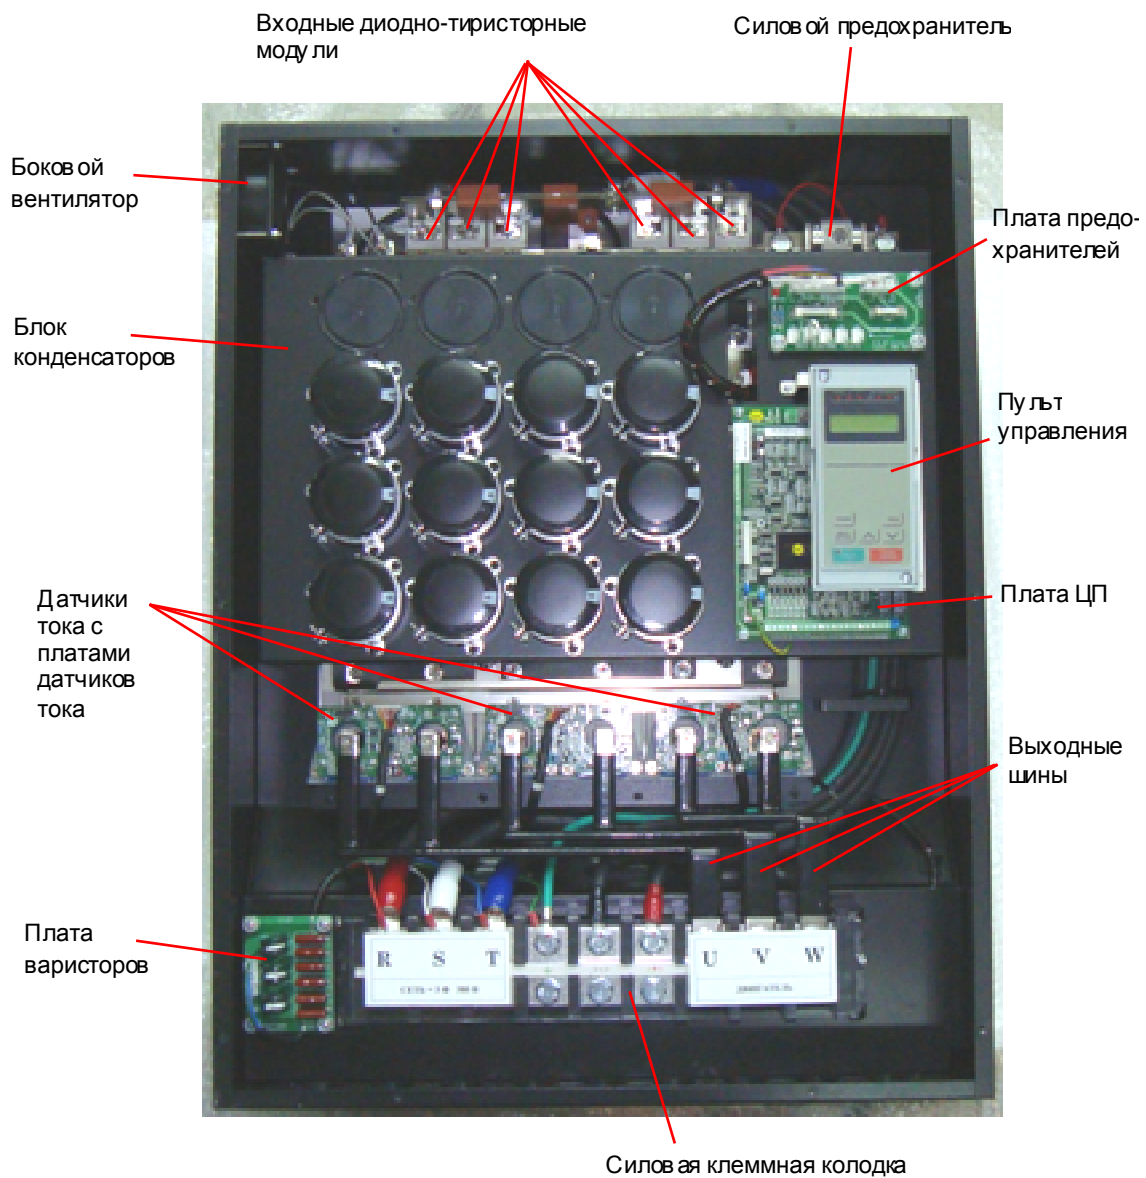

Рис. 4.3.
4.5.1. Общий вид преобразователей частоты EI-7011-125H, -150H со снятой верхней крышкой и расположение элементов внутри ПЧ представлены на рис. 4.3.